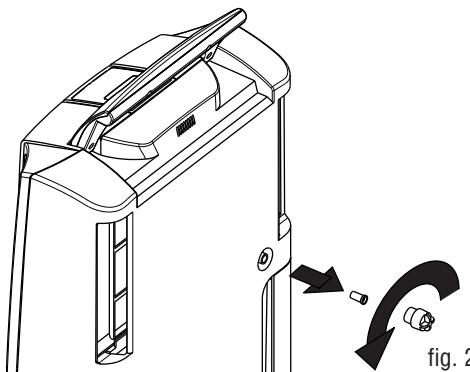

fig. 2
- 1) Svitare il tappo per lo scarico in continuo ruotandolo in senso antiorario e rimuovere il tappo in gomma dal beccuccio (fig. 2).